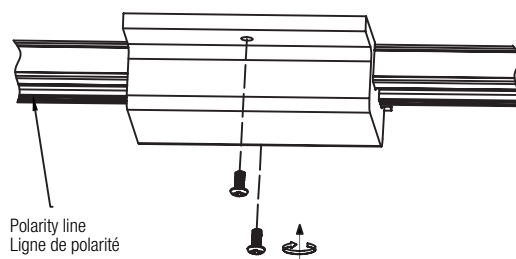

Fig. 5
4. Place the canopy cover over the connector and the track and attach it with two screws. (Fig. 5)
4. Placez le capot sur le connecteur et le rail, puis fixez-le à l'aide de deux vis. (Fig. 5)